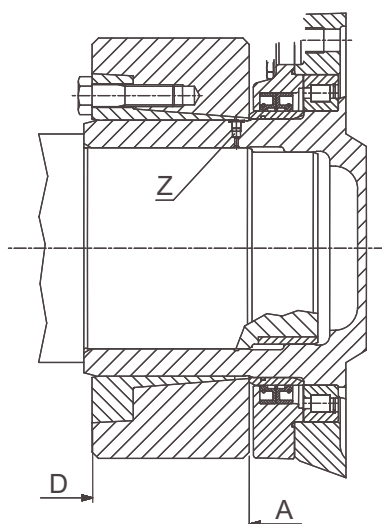

Fig. 2
- Den Stopfen "Z" (siehe Abb. 2) wieder einbauen und die Kupplung anbringen (siehe Abb. 2 Pkt. A).
- Der korrekte Einbau der Kupplung kann auch auf Sicht geprüft werden, da sich die beiden Frontflächen des Innen- und Außenrings auf derselben Ebene befinden müssen (siehe Abb. 2 Pkt. D).
- Vor dem Wiedereinbau der überholten Kupplung die Zonen "C" (siehe Abb. 2) neu einfetten.